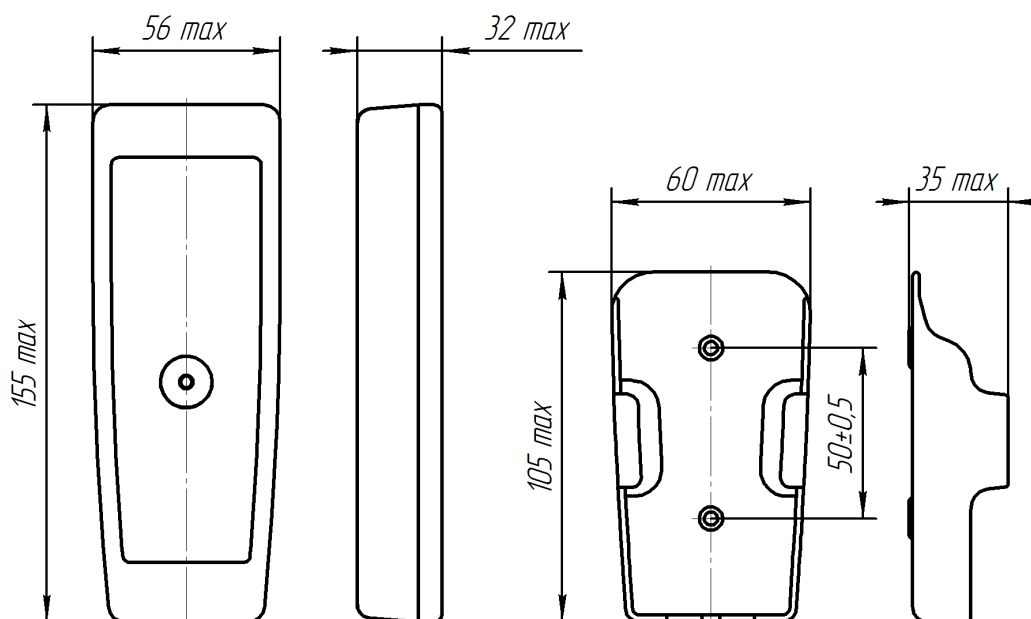

Рисунок 1 – Габаритные и установочные размеры ДД, футляра для ДД
Габаритные и установочные размеры, мм	см. рисунок 1
4.1 Для хранения ДД, выполненных в виде переносного пульта, предусмотрен футляр, который следует закрепить на вертикальной стационарной поверхности при помощи 2 винтов или саморезов (см. рисунок 1).